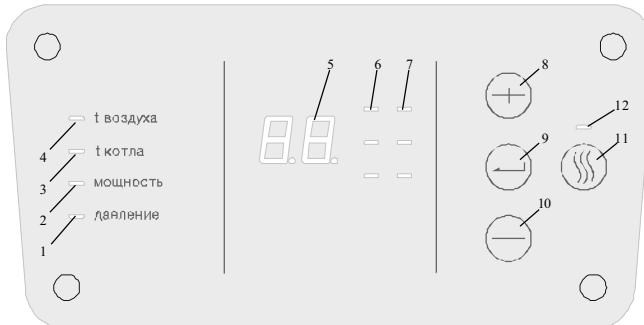

Рисунок 3. Панель индикации и управления
Заднюю панель (1); входной комбинированный патрубок (2) (через который теплоноситель поступает в прибор), имеющий как наружную резьбу G3/4, так и возможность подсоединения пайкой медной трубы с наружным диаметром 20 мм; циркуляционный насос (3), приводящий в движение теплоноситель, который проходя через трубопроводы (4), поступает в теплообменную емкость (5) в теплоизоляции, содержащую один или два блока трубчатых нагревательных элементов (блоков ТЭН) (6), и возвращается в систему через верхний выходной патрубок (7) с наружной резьбой G3/4. На задней панели установлен пневмогидроаккумулятор мембранныго типа (экспанзомат) (8), служащий для компенсации объёмного расширения, подсоединеный к трубопроводу перед циркуляционным насосом. Желаемая температура на выходе, контролируемая датчиком (9), а также лимит потребления электроэнергии устанавливаются на панели управления и индикации (см. рис.3). Избыточное давление в теплообменной емкости должно находиться в пределах от 0,05 МПа (при меньшем давлении работа циркуляционного насоса становится неустойчивой), до 0,29 МПа. Оно контролируется датчиком давления (10). Независимая от микроконтроллера и охлаждаемых полупроводниковых элементов защита представлена самовозвратным термовыключателем (11), включенным в цепь катушки контактора (12), через основные контакты которого проходят токи питания ТЭНов (через силовые платы (13), осуществляющие непосредственную подачу напряжения на ТЭНы.) Полупроводниковые элементы на силовых платах охлаждаются теплоносителем при прохождении через трубопроводы (4). Установочная панель (14) закреплена над экспанзоматом, на кронштейнах задней панели. На установочной панели также расположены: плата центральная (15), которая управляет всеми элементами системы, исполняет алгоритмы управления мощностью котла и содержит в энергонезависимой памяти необходимые настройки работы котла;